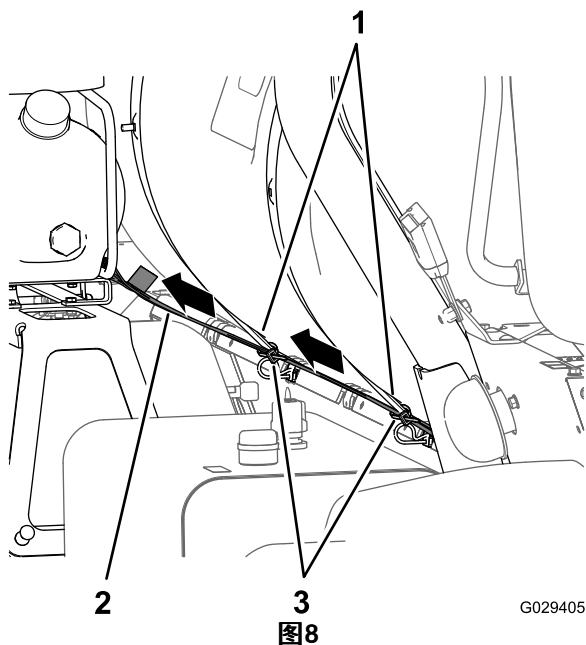

图8
- 如 图7 和 图8 所示，找到带有 4 插槽接头的线束236cm——压缩机支管，并将线束支管安装到药缸的后面。